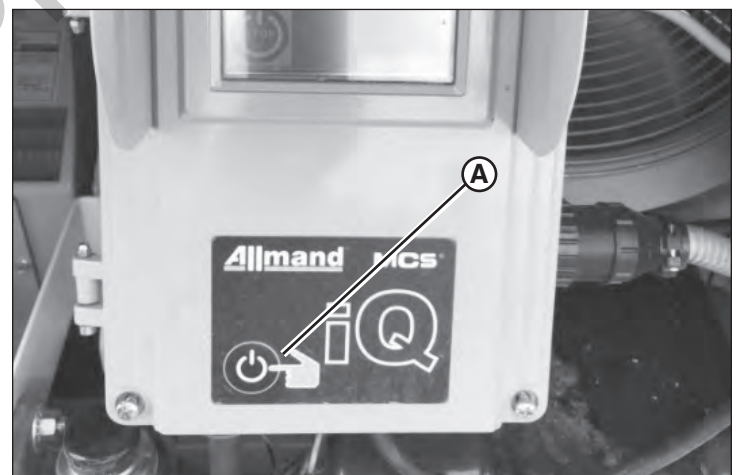

Figure 30
1. Appuyer et tenir DÉMARRAGE / ARRÊT sur le module de commande (A, Figure 30).